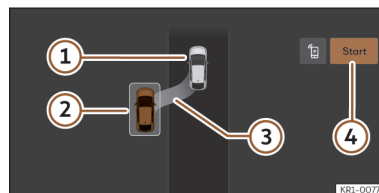
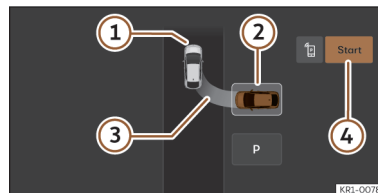

Fig. 159 No ecrã do sistema infotainment: posição para estacionar em linha.
Fig. 160 No ecrã do sistema infotainment: posição para estacionar em espinha.
>>> **Fig. 159**, >>> **Fig. 160**
- Observe na visualização do ecrã do sistema infotainment se se detetou o lugar como «apropriado» e se atingiu a posição correta para estacionar >>> **Fig. 159**, >>> **Fig. 160**. Pare o veículo, siga as instruções apresentadas no infotainment.